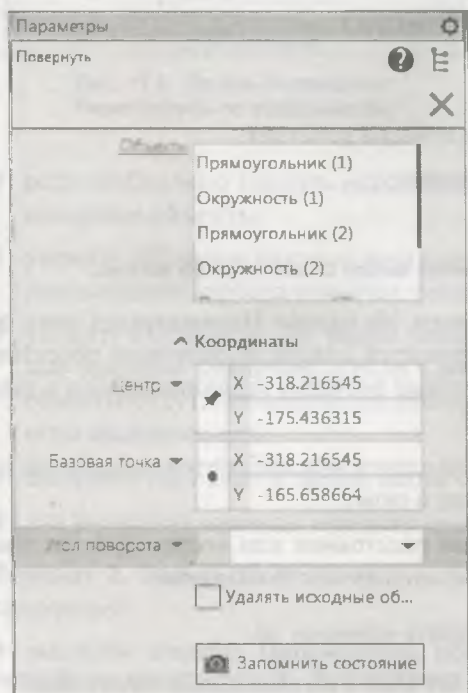

Рис. 11.4. Панель **Параметры: Повернуть**
- ◆ вызовите команду **Повернуть**. На панели **Параметры: Повернуть** (рис. 11.4) в окне **Объекты** отображается список выделенных объектов. Далее выполните такие действия: